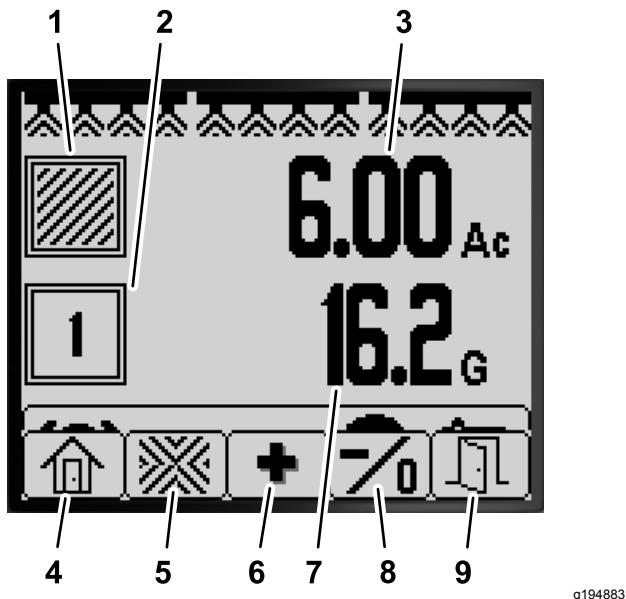

Bild 77
- Halten Sie die Taste 5 auf dem Homebildschirm gedrückt, um die Menüleiste anzuzeigen; drücken Sie dann die Taste 2, um den Teilfläche-Bildschirm auszuwählen (Bild 77).
- Halten Sie die Taste 5 auf dem Gesamtfläche-Bildschirm gedrückt, um die Menüleiste anzuzeigen und drücken Sie die Taste 3, um den Teilfläche-Bildschirm auszuwählen (Bild 77).
2. Führen Sie die folgenden Aktionen mit den InfoCenter-Tasten aus (Bild 77).